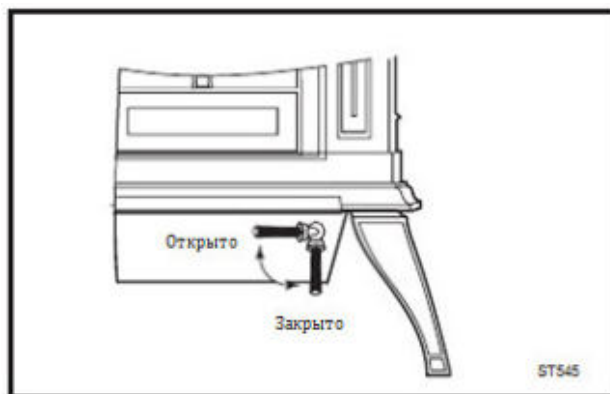

Рис. 31 Поверните ручку дверцы пеплосборника по часовой стрелке для того, чтобы открыть его, и против часовой стрелки, чтобы закрыть.
- Закройте дверцы, откройте дверцу пеплосборника (См. Рис. 31).